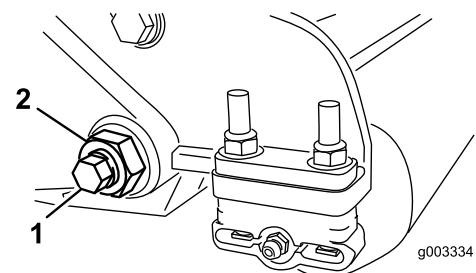
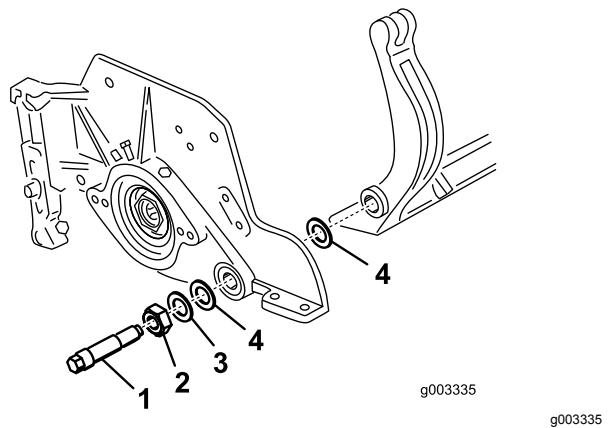

Bild 30
Bild 31
3. Lösen Sie an jeder Seite der Maschine die Sicherungsmutter, mit der die Schraube des Untermesserträgers befestigt ist (Bild 30).
4. Nehmen Sie jede Schraube des Untermesserträgers ab, damit der Untermesserträger nach unten gezogen und von der Maschinenschraube entfernt werden kann (Bild 30). Bewahren Sie die zwei Nylonscheiben und die Scheibe aus gestanzten Stahl an jedem Ende des Untermesserträgers auf (Bild 31).
4. Legen Sie eine Stahlscheibe außen auf jede Nylonscheibe (Bild 31).